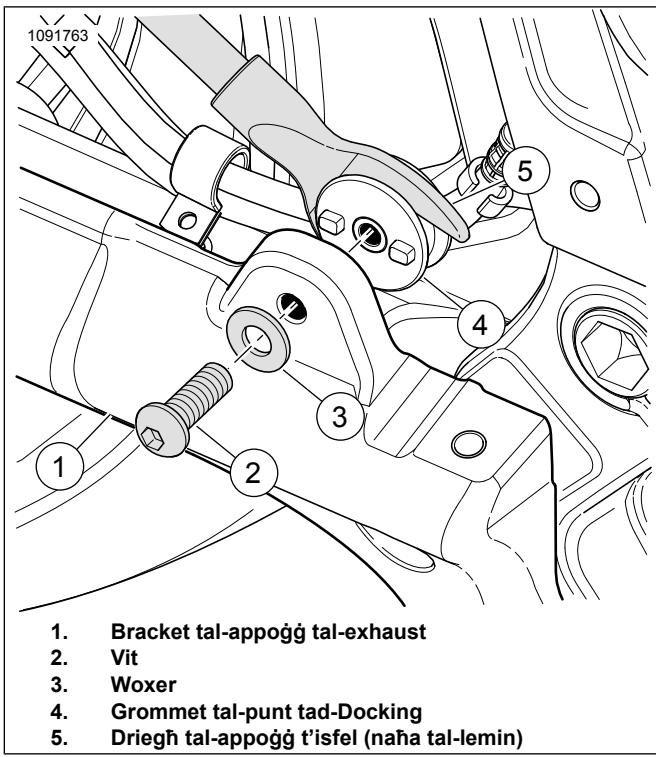

Figura 3. Immonta d-Docking (naħha tal-lemin)
1. Ara Figura 3 . Installa l-grommet tal-punt tad-docking tan-naħha tal-lemin.
- a. Qabbad in-nubs tal-grommet tal-punt tad-docking (4) mat-toqb fuq l-brekit tal-appoġġ tal-exhaust (1).
- b. Installa l-washer (3) u l-vit (2).